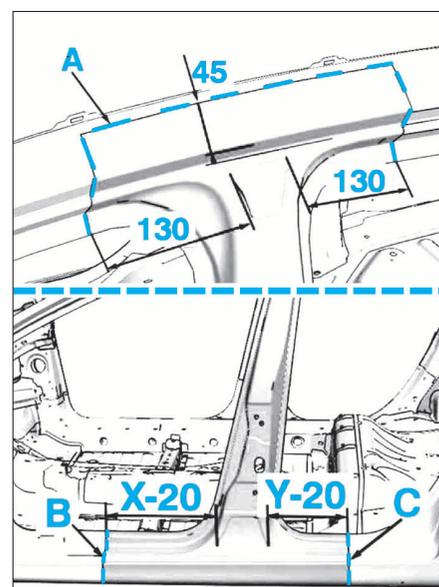

FIG. 35
- Dépointer et couper aux endroits indiqués en A,B,C,D,E,F,G et H (Fig.35 et 36).